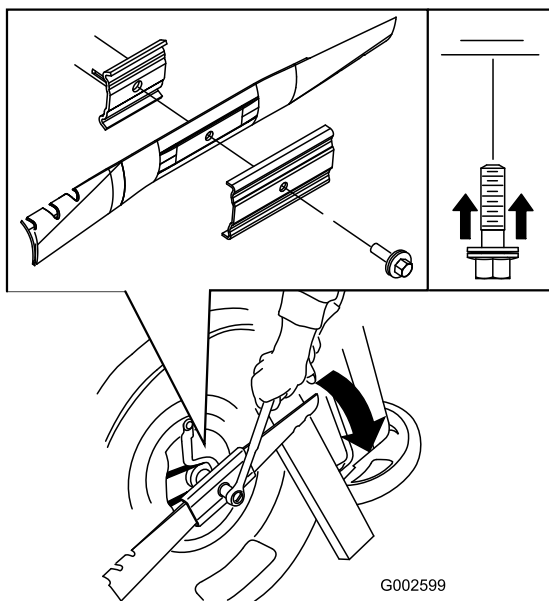

Figura 50
3. Utilice un bloque de madera para inmovilizar la cuchilla (Figura 50).
4. Retire la cuchilla, conservando todos los herrajes de montaje (Figura 50).
5. Instale la cuchilla nueva y todos los herrajes de montaje (Figura 50).